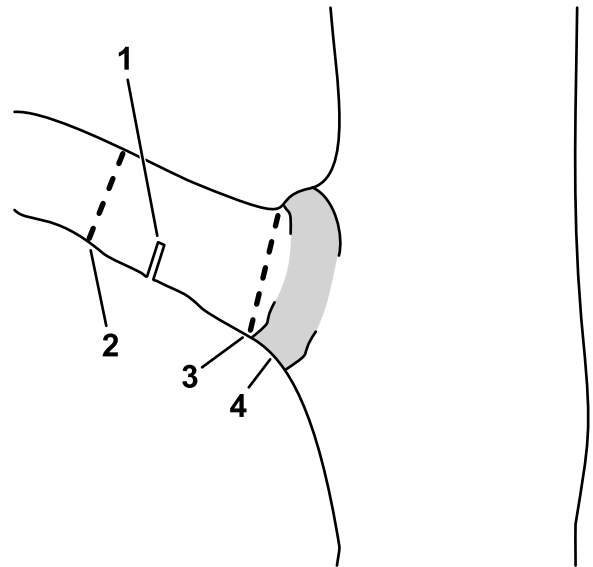

Figura 11
- C. Corte el muñón de la rama en el cuello de la rama (Figura 11).